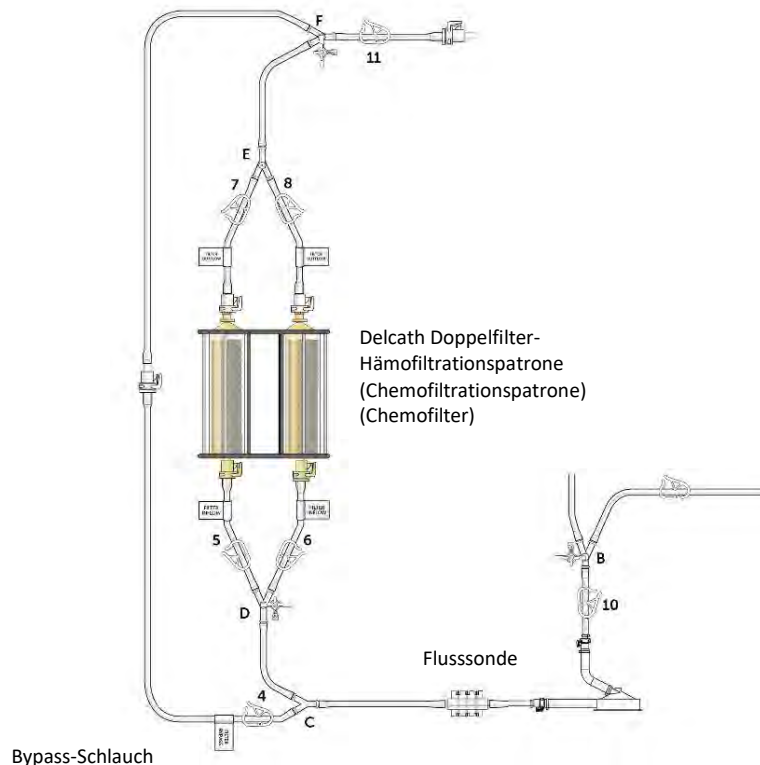

Abbildung 16
- (a) Schließen Sie Klemme 4 und öffnen Sie die Filterzuleitungs-klemmen (5, 6), dann die Filterabflussklemmen (7, 8) und die Kreislaufabflussklemme (11) (siehe Abbildung 16). Stellen Sie den Fluss der heparinisierten normalen Kochsalzlösung in die Filter auf eine Rate von ca. 0,5 Liter pro Minute ein. Hinweis: Arterienklemmen sind zum Einstellen der Flussrate erforderlich, falls Schwerkraft genutzt wird.